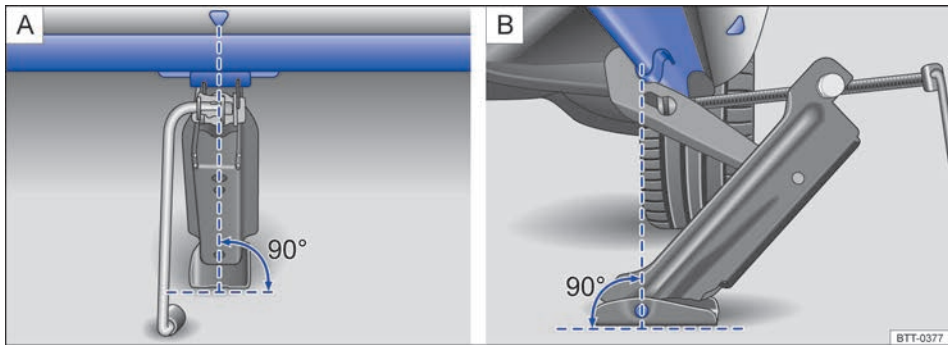

Fig. 292 Gato colocado en el lado izquierdo del vehículo, en la zona trasera.
8. Asegúrese de que toda la base del gato descansa firmemente sobre el suelo y de que se encuentre exactamente debajo del punto de apoyo en vertical → fig. 292.
- Coloque el gato únicamente en los puntos descritos. La garra del gato deberá sujetar bien el refuerzo del larguero inferior → fig. 292.